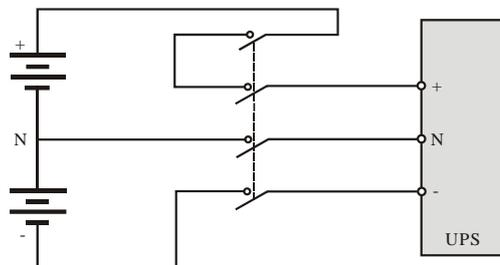

Рисунок 6-2. Схема подключения батарей, выключателя батарей и ИБП (трехпроводное подключение батарей)
2. Если внешние батареи имеют центральный отвод (от батареи отходят 3 провода), рекомендуется использовать один 4-полюсной автоматический выключатель постоянного тока в литом корпусе (номинальное напряжение постоянного тока автоматического выключателя должно быть равно 250, 500 или 750 В постоянного тока для 1, 2 или 3 полюсов соответственно, а номинальная предельная отключающая способность при коротком замыкании должна составлять 35 кА). См. схему подключения батарей, выключателя батарей и ИБП на рис. 6-2.